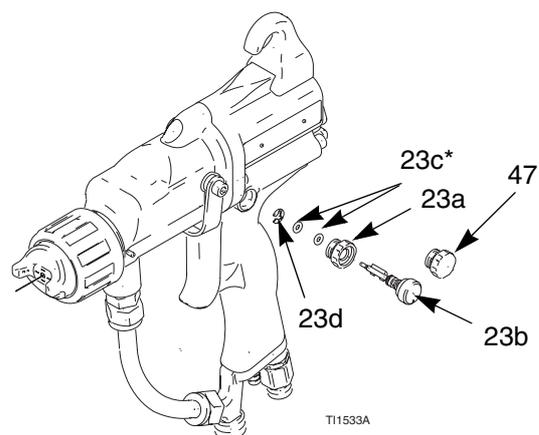

Fig. 19. Vanne d'air d'atomisation
2. Démontez la vanne de réduction d'air d'atomisation (23). Examinez le joint torique (23c*). Le remplacez si nécessaire. Voir Fig. 19.
3. Installez une nouvelle vanne de réduction d'air d'atomisation (23) ou démontez et remontez les pièces une à une. La partie en saillie de la vanne doit être orientée de manière à dégager l'axe de la vanne (21).